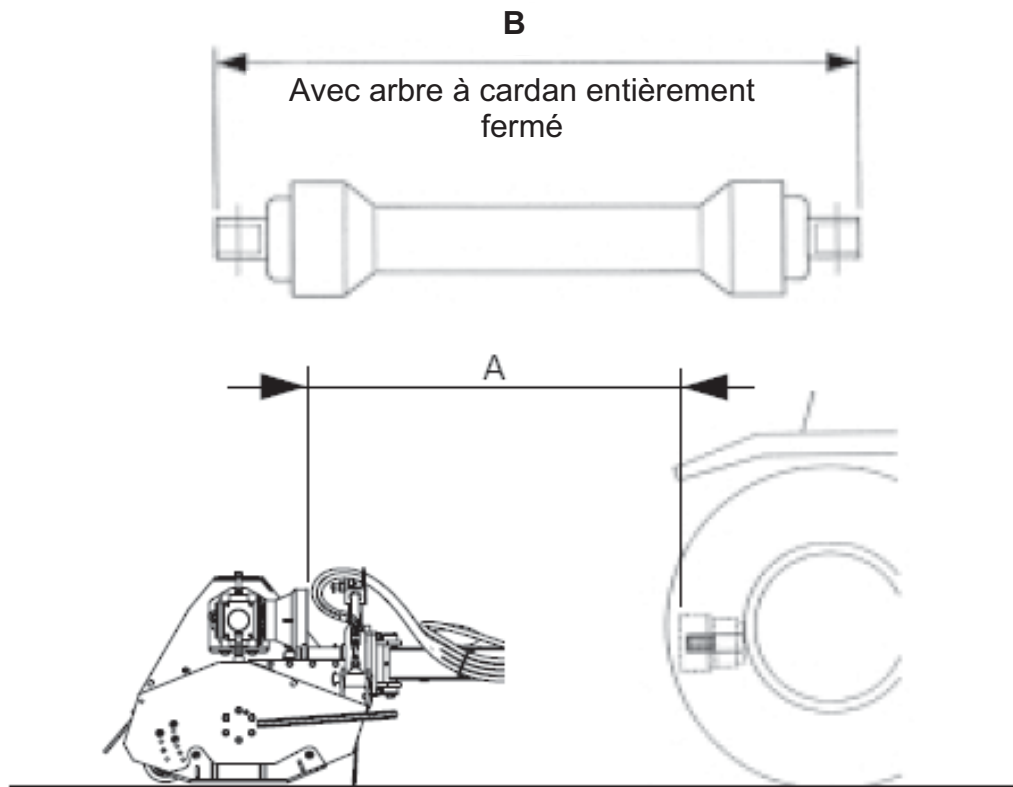

Fig. 7.4 - Détermination de la distance entre les arbres du broyeur et du tracteur
- Mesurer la distance entre l'arbre à la sortie de la boîte d'engrenages du broyeur et l'arbre à la sortie du tracteur, cote **A** (fig. 7.4)
- Mesurer l'arbre à cardan en position entièrement fermée, cote **B** (fig. 7.4).
- Si **B** est égal à **A** ( fig. 7.4)
- Couper la protection en plastique comme indiqué sur la fig. 9.4 de la quantité correspondant à **B** "moins" **A** de la fig. 7.4